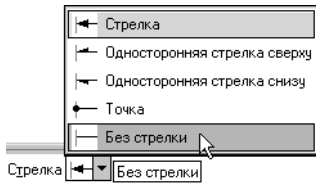

Рис. 22.15. Выбор варианта окончания линии-выноски
3.1. Из раскрывающегося списка **Стрелка** выберите вариант **Без стрелки** (рис. 22.15).